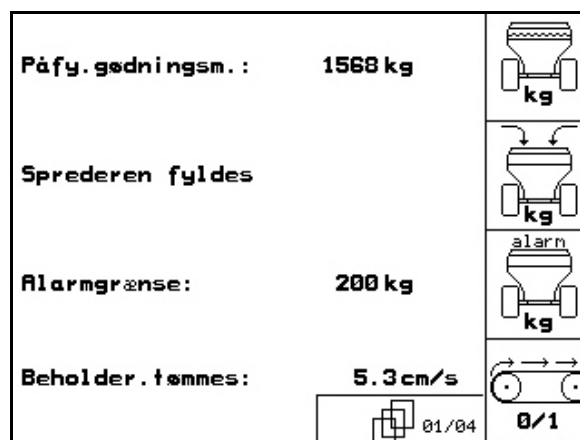

Fig. 69
- I menuen Maskindata, side et  (Fig. 69).